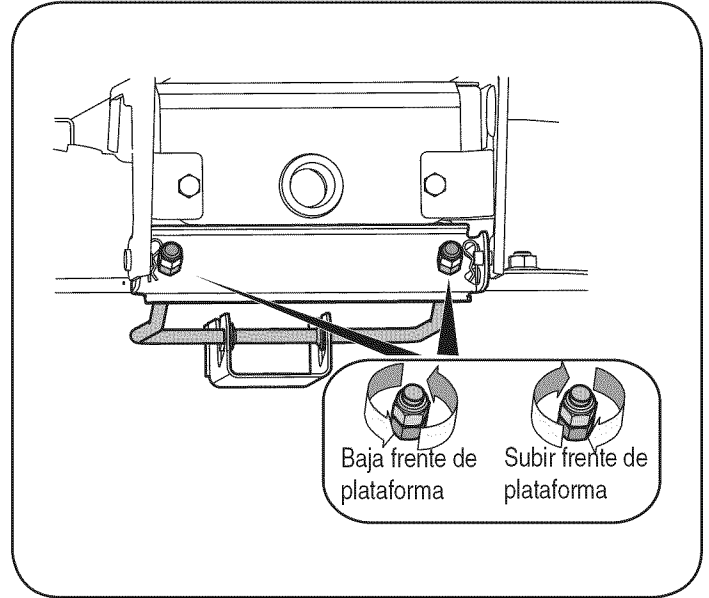

Figura 16
3. Desde el frente del tractor, afloje las dos tuercas de seguridad hexagonales de la parte delantera de la varilla de suspensión frontal de la plataforma. Rosque las tuercas de seguridad alejándolas de las tuercas hexagonales que están detrás. Vea la Figura 16.
4. Utilice una llave de boca para girar las tuercas hexagonales interiores a fin de ajustar la parte delantera de la plataforma. Gire las tuercas hexagonales en sentido de las agujas del reloj para levantar el frente de la plataforma, o en sentido contrario para bajar el frente de la plataforma. Ajuste las tuercas de forma pareja para que la varilla de suspensión de la plataforma se encuentre delante de ambas ranuras en la ménsula de suspensión del frente de la plataforma. Vea la Figura 16.